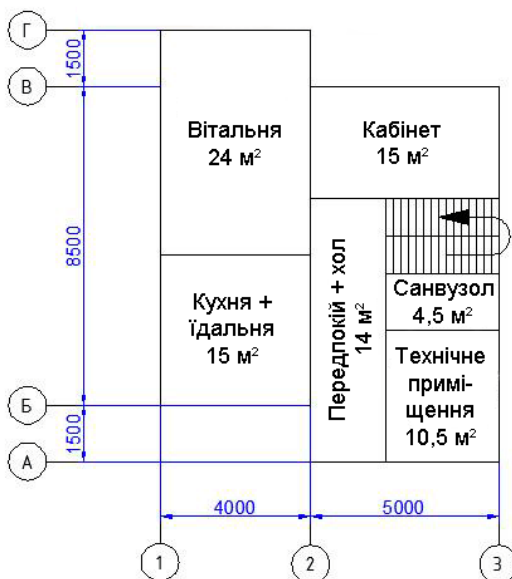

Рис. 6.1
2. За допомогою модуля СПДС на шарі «Осі» створити сітку координатних осей для креслення плану першого поверху будинку згідно з рис. 6.1.